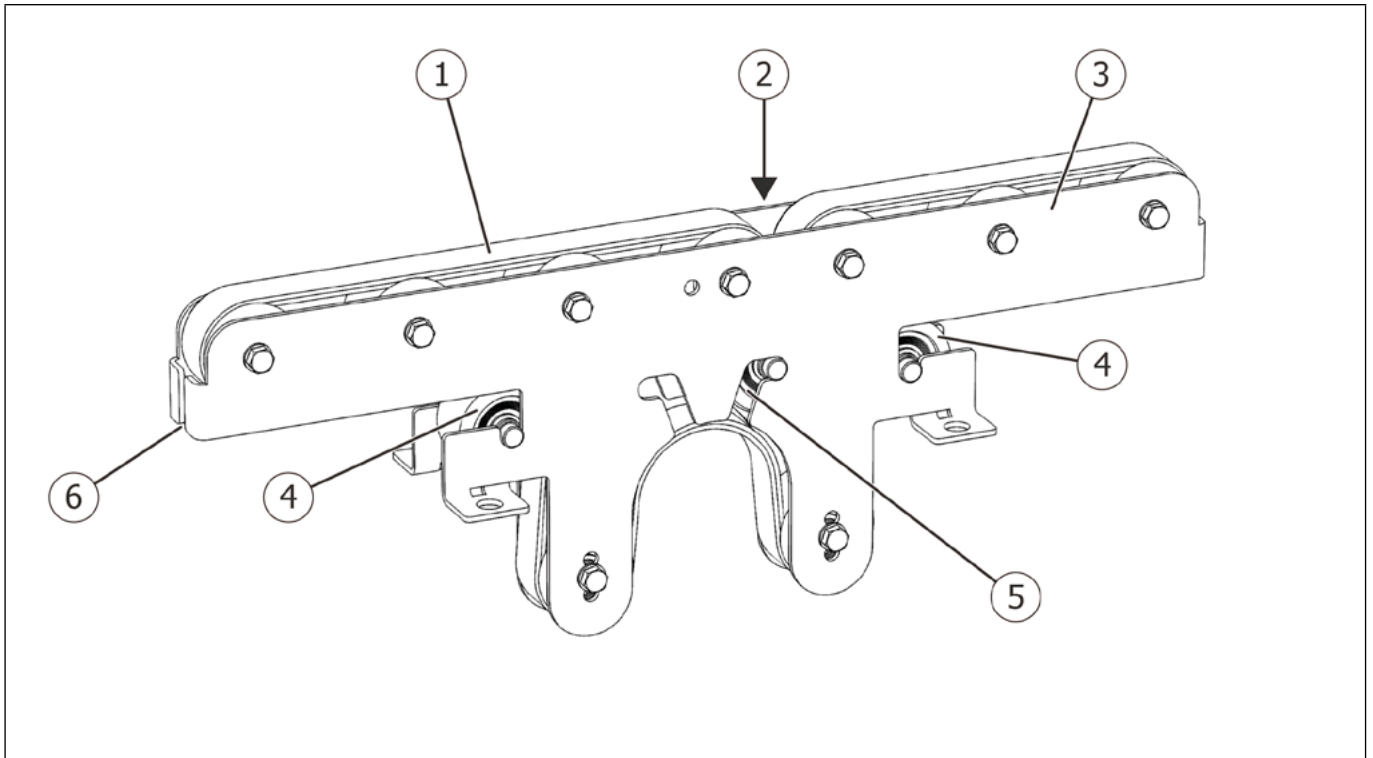

Fig. 8
1. Retirer les deux galets à joues (Fig. 8/4) par le côté de l'ensemble à lame (Fig. 8/3).
2. Retirer le galet à joues (Fig. 8/5) de l'ensemble à lame en tirant vers le bas avec la courroie et le sortir de la boucle de courroie.
3. Retirer la courroie (Fig. 8/1) du point d'entrée (Fig. 8/2).
4. Enlever la courroie de la fente (Fig. 8/6) des deux côtés de l'ensemble à lame.
5. Enfiler la nouvelle courroie dans la fente (Fig. 8/6) de chaque côté de l'ensemble à lame.
- Insérer la boucle de la courroie entre les poulies au niveau du point d'entrée (Fig. 8/2) jusqu'à ce que la boucle de la courroie puisse être saisie sur la face inférieure de l'ensemble à lame.
- Insérer le galet à joues (Fig. 8/5) dans la boucle de la courroie sur la face inférieure de l'ensemble à lame et l'amener en position de montage (voir Fig. 8). Tendre la courroie.
- Placer les deux galets à joues (Fig. 8/4) sur la courroie et les insérer par le côté dans la fente sur l'ensemble à lame.